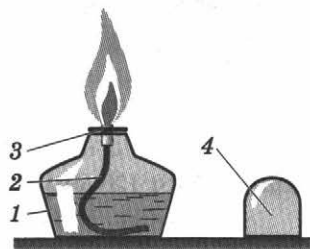

Рис. 5
Спиртовка (рис. 5) состоит из сосуда (резервуара) (1), в который налит спирт, фитиля (2), укрепленного в металлической трубке с диском (3), и колпачка (4).